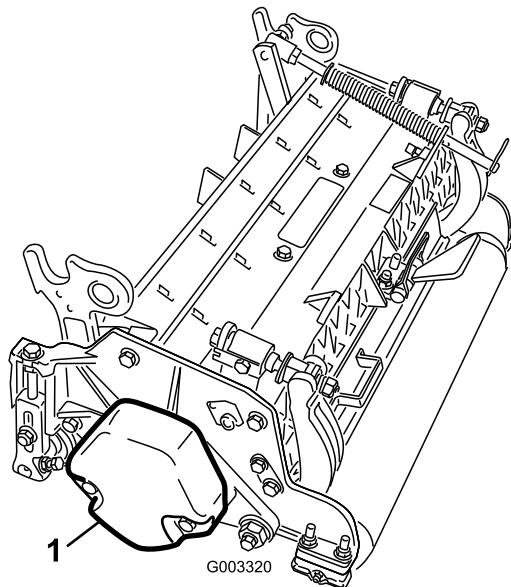

Bild 9
5. Stellen Sie sicher, dass der Gegenballast (**Bild 9**) am richtigen Ende der Schneideeinheit montiert ist, siehe die *Bedienungsanleitung* der Schneideeinheit.